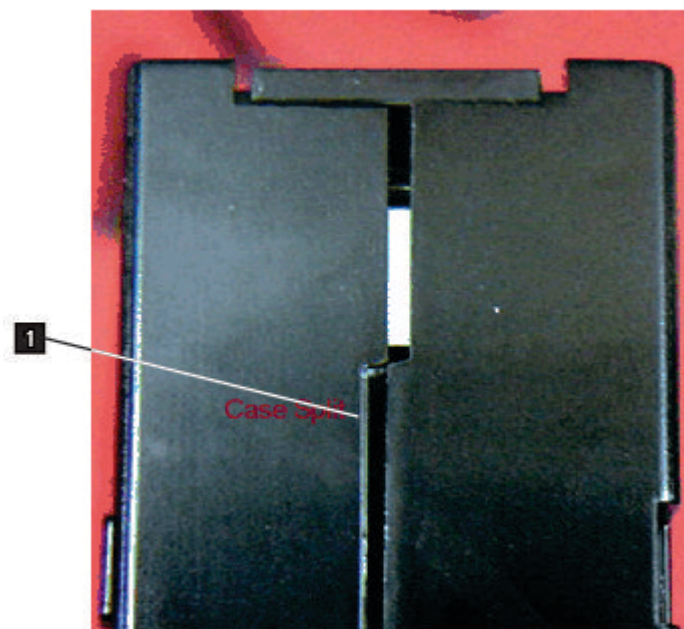

Figura 91. Comprobación de huecos en las juntas de un cartucho
- Inspeccione la parte posterior del cartucho (la parte que se carga primero en el compartimento de carga de cinta) y asegúrese de que no haya ningún hueco en la juntura del estuche del cartucho. Si hay huecos en la juntura (consulte Figura 91 en la página 209), es posible que el eje de guía se haya desplazado.